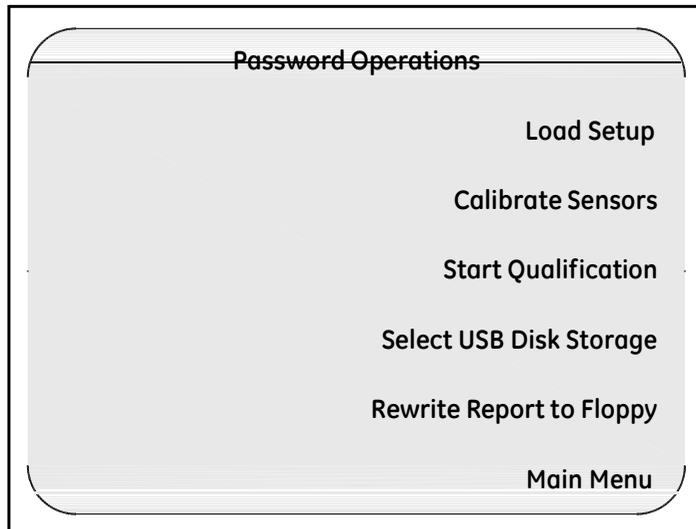
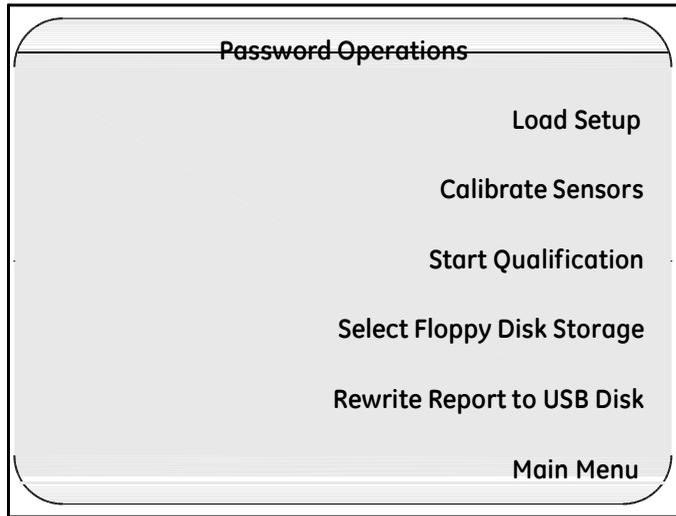

图 78: 密码操作 (磁盘已插入验证仪中)
图 79: 密码操作 (磁盘已插入验证仪中)
**Password Operations 密码操作** 界面显示, 如图 78 及下一页图 79 所示. (实际显示界面可能不同, 取决于所使用的存储介质.)